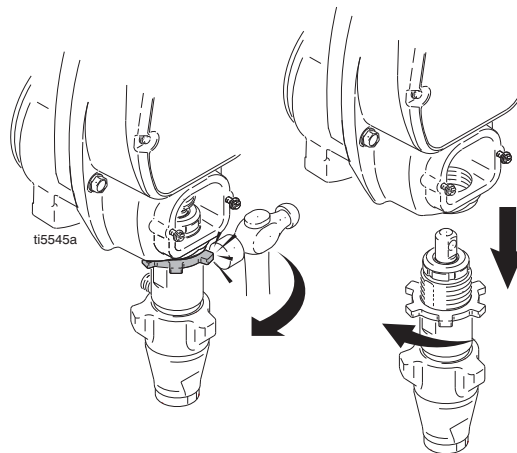

FIG. 17
6. FIG. 17. Løsne sikringsmutteren ved å gi den et godt slag med hammeren. Skru løs pumpen.